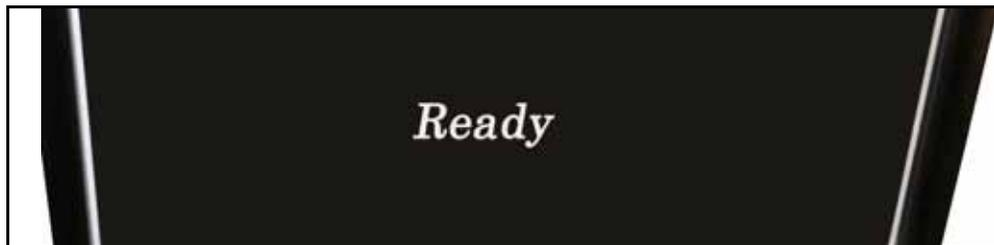

Figure 4-35: Listo para Escanear un Artículo
2. Compruebe la pantalla del OPEX Induct ELC. Debe ser de color negro y mostrar "Ready" (ver Figure 4-35/Figura 4-35).